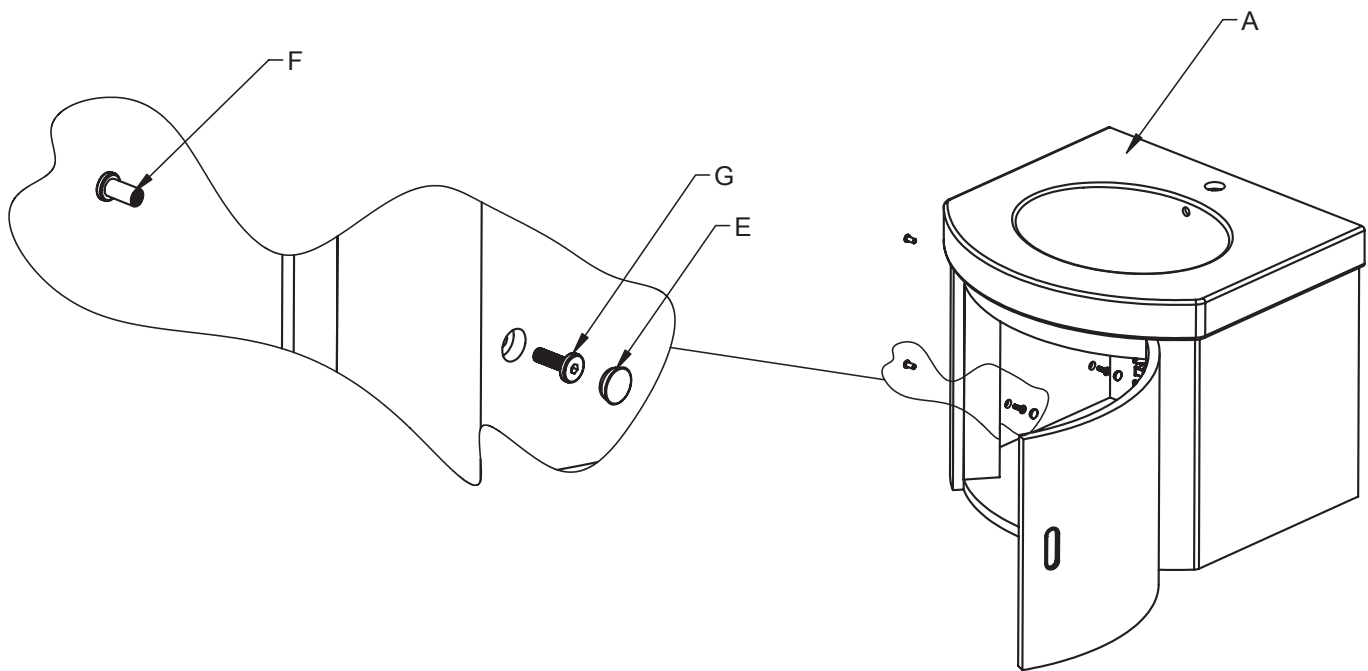

Figure 3
- Percez les avant-trous à l'aide d'une mèche de 6,5 mm sur le côté du **meuble-lavabo (A)** à l'endroit où le modèle 5605-2/5605-3 ou 5605-4 sera installé. Si vous utilisez les modèles 5605-2/5605-3 et 5600-4, percez les trous des deux côtés du **meuble-lavabo (A)**.
- Avec l'aide d'une autre personne, joignez le **meuble-lavabo (A)** et les autres meubles choisis ensemble à l'aide des vis femelles (F) et des **vis mâles (G) pour installation latérale**.
- Posez les **cache-trous (E)** dans les trous afin de dissimuler les vis.
- Reportez-vous à la **figure 3**.
- **REMARQUE : VIS FEMELLES (F) ET VIS MÂLES (G) POUR INSTALLATION LATÉRALE (G) FOURNIES AVEC LES MODÈLES 5605-2/5605-3 ET 5600-4.**